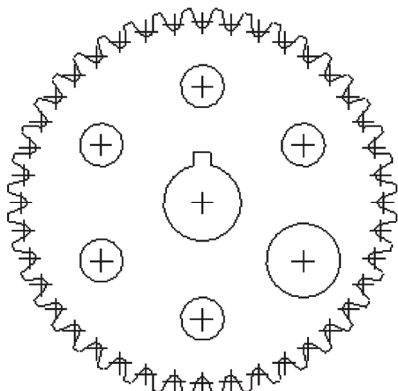

图 4-61 打开模型文件
STEP 01 单击快速访问工具栏中的“打开”按钮，打开模型文件，如图 4-61 所示。